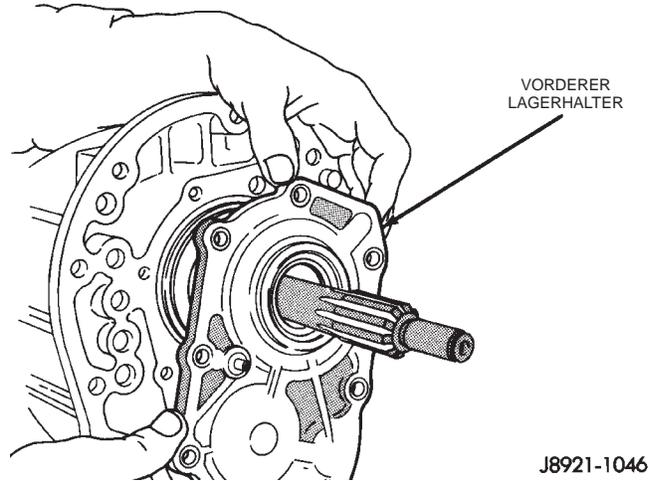

Abb. 29 Vorderen Lagerhalter ausbauen
(19) Die Befestigungsschrauben lösen, mit denen der vordere Lagerhalter am Getriebegehäuse befestigt ist.
(20) Den vorderen Lagerhalter vom Getriebegehäuse abbauen (Abb. 29).